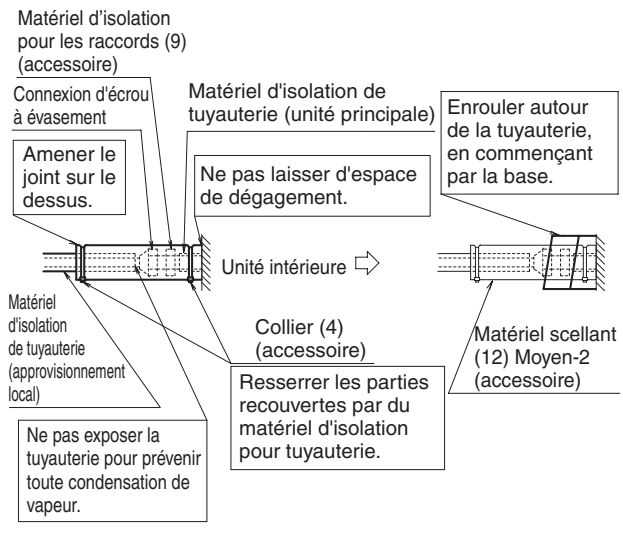
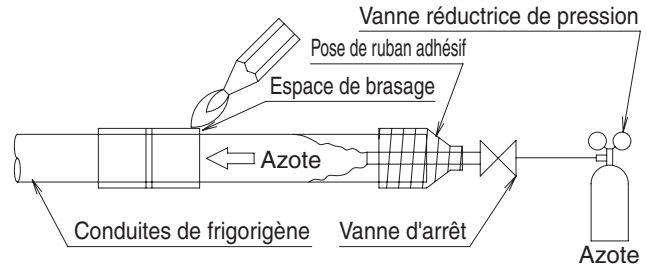

Fig. 12
Fig. 13
- Après avoir effectué un test de fuite, reportez-vous à la Fig. 12, isolez les raccords de tuyauterie de gaz et de liquide frigorigène avec le matériel d'isolation pour les raccords fournis (8) et (9) afin de prévenir l'exposition de la tuyauterie. Resserrez ensuite les deux extrémités du matériel isolant avec le collier (4).
- Enroulez le matériel scellant (Moyen-1, 2) (11) (12) autour du matériel d'isolation pour les raccords fournis (8) et (9) (section de l'écrou d'évasement), pour la tuyauterie de gaz et de liquide frigorigène.
- Assurez-vous que le bord du matériel d'isolation pour les raccords (8) et (9) est ramené sur le dessus.
- Avant de procéder au brasage de la tuyauterie de frigorigène, faites circuler de l'azote dans la tuyauterie et remplacez l'air par de l'azote (REMARQUE 1) (**Reportez-vous à la Fig. 13**). Procédez ensuite au brasage (REMARQUE 2). Une fois le processus de brasage terminé, effectuez le raccord d'évasement avec l'unité intérieure. (**Reportez-vous à la Fig. 12**)